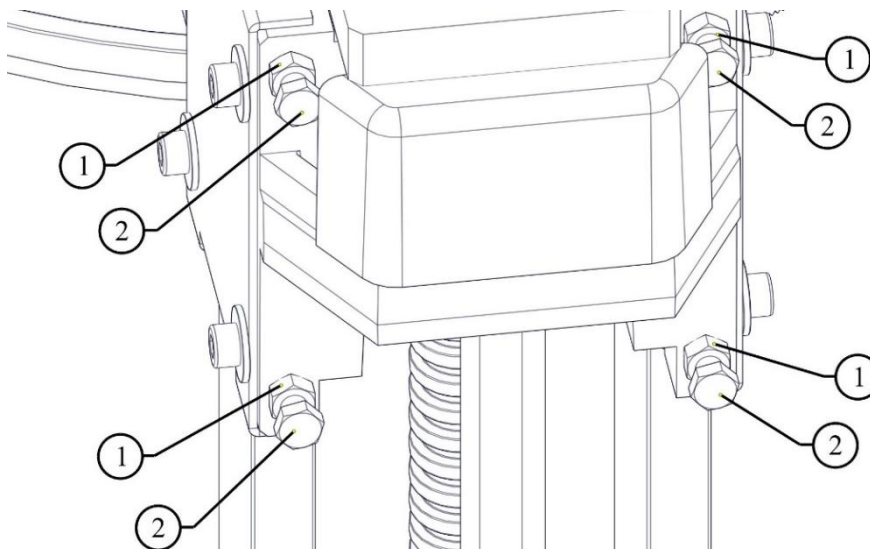
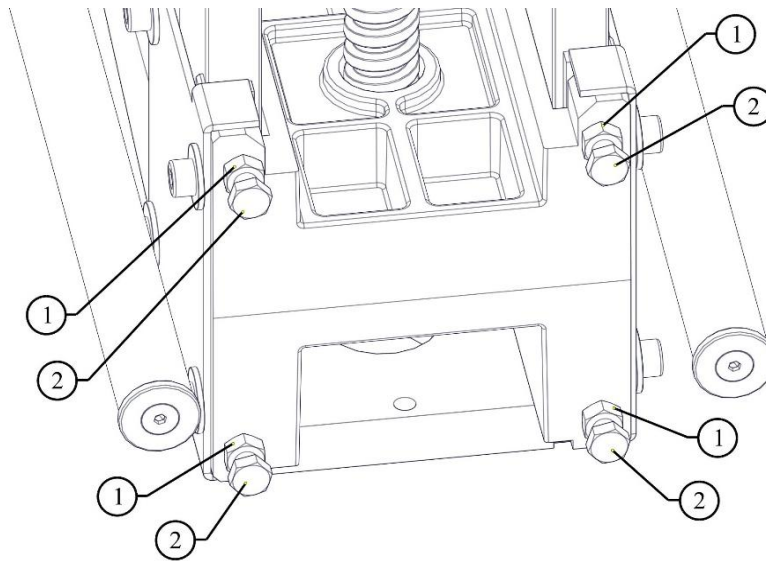

Abbildung 20: Einstellung des oberen Arms
Abbildung 21: Einstellung des unteren Arms
- Lösen Sie die Mutter (bezeichnet mit 1 auf Abbildung 20 und Abbildung 21) mit dem mitgelieferten Schlüssel;
- ziehen Sie die Schrauben (bezeichnet mit 2 auf Abbildung 20 und Abbildung 21) **VON HAND** an, bis kein vertikales Spiel zwischen Arm und Führung vorhanden ist;